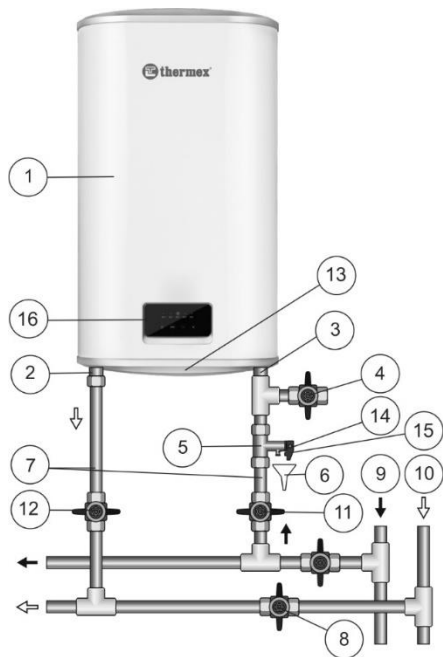

Рисунок 1. Схема подключения ЭВН к водопроводу в вертикальном положении
Внутренний бак изготавливается из высококачественной нержавеющей стали с содержанием титана, что обеспечивает высокую коррозионную стойкость и, как следствие, длительный срок эксплуатации. Пространство между внешним корпусом и внутренним баком заполнено пенополиуретаном - современной, экологически чистой теплоизоляцией, обладающей наилучшими характеристиками теплосбережения. Модели Bravo имеют два резьбовых патрубка: для входа холодной воды (Рис. 1, п. 3) с синим кольцом и выхода горячей воды (Рис. 1, п. 2) - с красным кольцом. На лицевой стороне ЭВН во всех моделях находится панель управления (Рис. 1, п. 16).
Предохранительный клапан (Рис. 1, п. 5) выполняет функции обратного клапана, препятствуя попаданию воды из водонагревателя в водопроводную сеть в случаях падения в последней давления и в случаях возрастания давления в баке при сильном нагреве воды, а также функции защитного клапана, сбрасывая избыточное давление в баке при сильном нагреве воды. Во время работы водонагревателя вода может просачиваться из выпускной трубы предохранительного клапана для сброса излишнего давления, что происходит в целях безопасности водонагревателя. Эта выпускная труба должна оставаться открытой для атмосферы и быть установлена постоянно вниз и в незамерзающей окружающей среде.
Необходимо обеспечить отвод воды из выпускной трубы предохранительного клапана (Рис. 1, п. 14) в канализацию, предусмотрев при монтаже ЭВН соответствующий дренаж (Рис. 1, п. 6).
Необходимо регулярно (не реже одного раза в месяц) проводить слив небольшого количества воды через выпускную трубу предохранительного клапана в канализацию для удаления известковых осадков и для проверки работоспособности клапана. Для открывания клапана он снабжен ручкой (Рис. 1, п. 15). Необходимо следить, чтобы во время работы ЭВН эта ручка находилась в положении, закрывающем слив воды из бака.
Установить предохранительный клапан (Рис. 1, п. 5) на входе холодной воды (Рис. 1, п. 3), помеченном синим кольцом, закрутив на 3,5 - 4 оборота, обеспечить герметичность соединения любым уплотнительным материалом (льном, лентой ФУМ и др.).
- В вертикальном положении в соответствии с Рис. 1 с выходом патрубков снизу